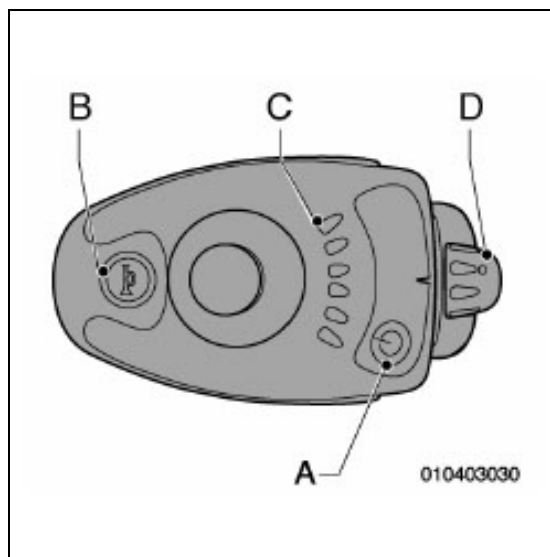

Bild 3.7
- Med vridknappen (D på bild 3.7) på 'Shark'-styrenheten.